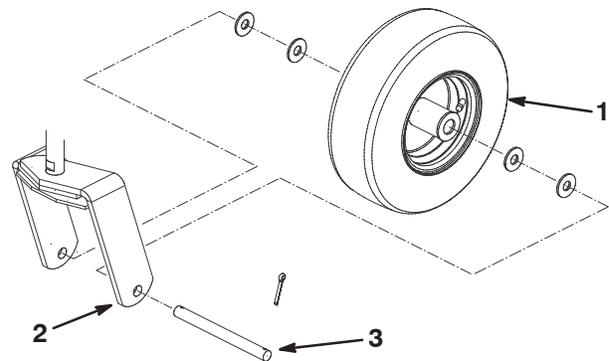

Bild 1
1. Montieren Sie das Laufrad mit vier Scheiben, der Achse und den 2 Splinten zwischen den Laufradgabeln (Bild 1).